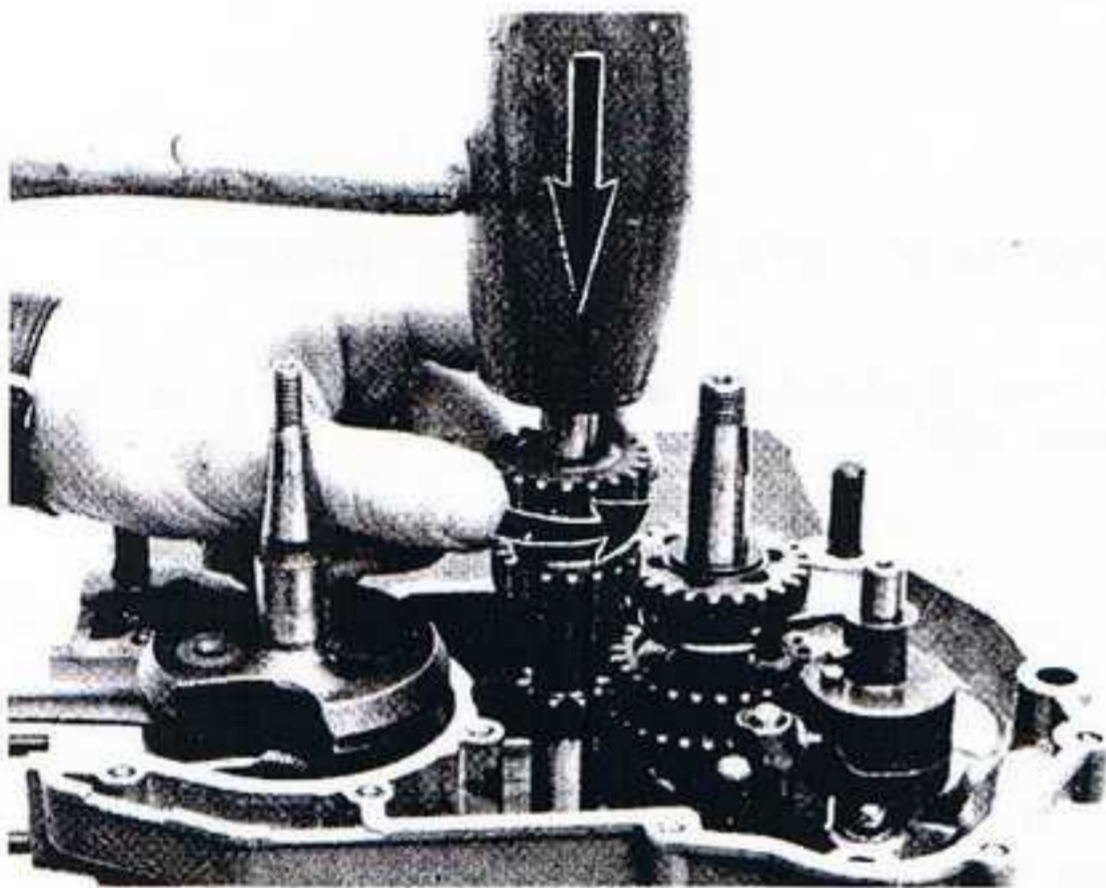

fig. 43
- Emmancher le côté petit pignon dans le roulement à l'aide du maillet. Au fur et à mesure de l'enfoncement de l'arbre primaire, orienter les dentures de l'arbre secondaire, afin de faciliter le passage (fig.43).